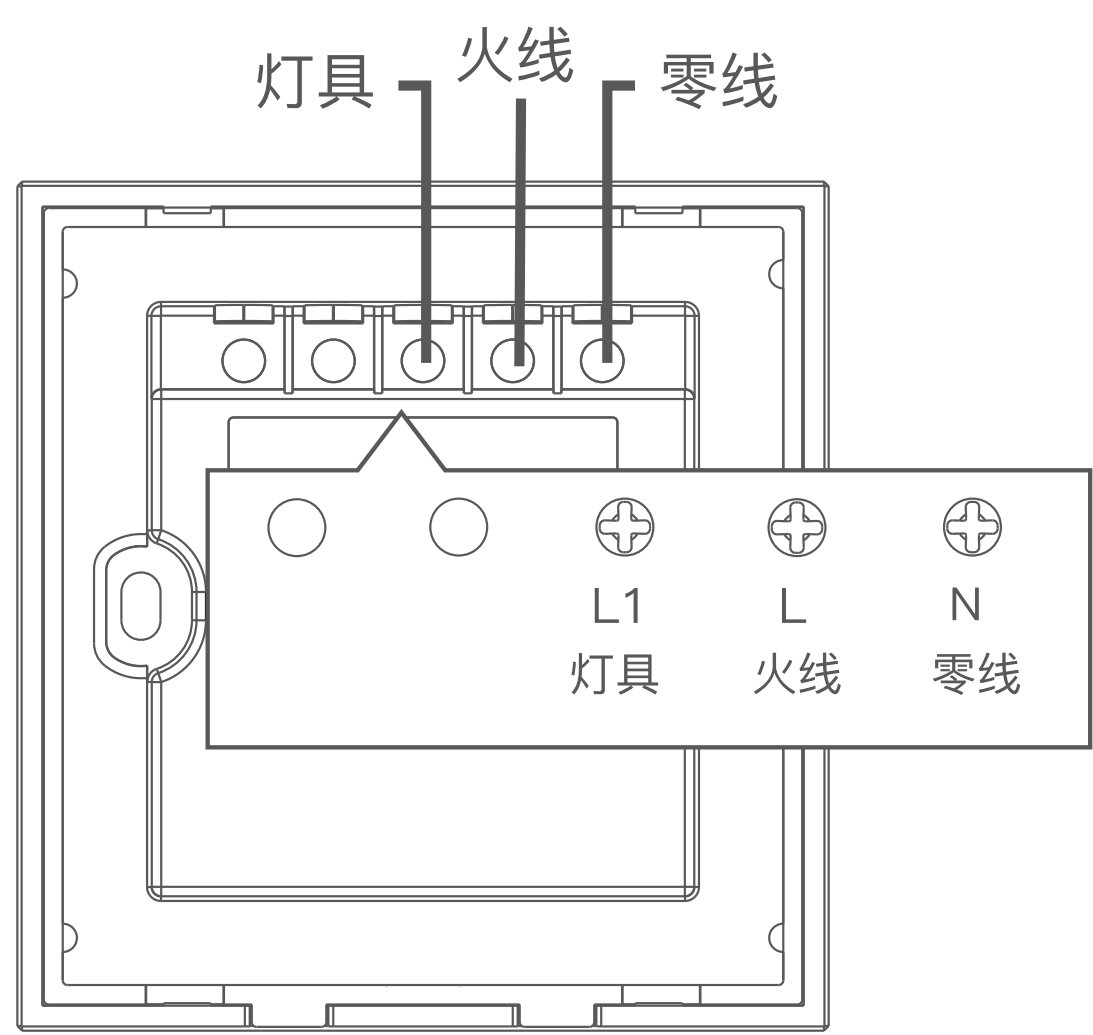

图2
3. 火线（一般是红色）接开关的火线接线柱（L），零线（一般是蓝色）接开关的零线接线柱（N），灯具控制线接开关的负载接线柱（L1/L2/L3）；(图2)